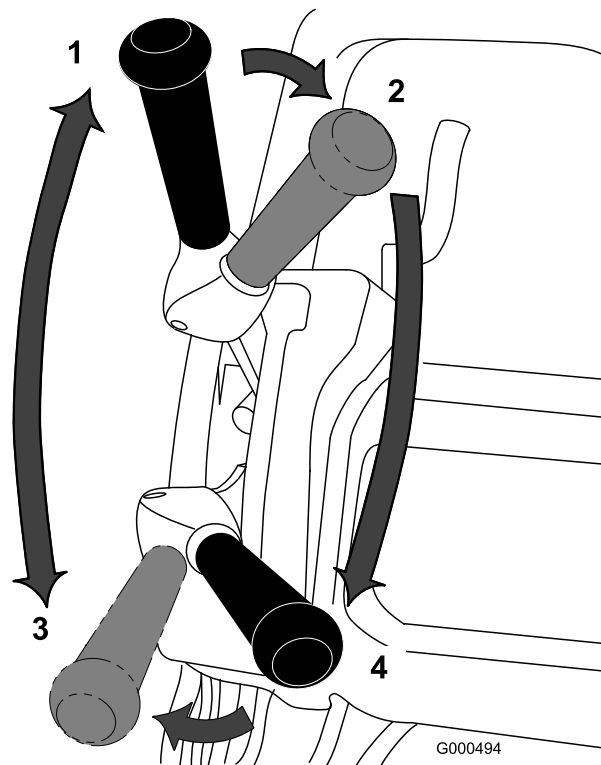

Bild 30
1. Schalten Sie die Maschine ein, stellen Sie die Geschwindigkeitsregelung auf die Null-Stellung, drücken Sie den Griff nach unten, um das Mähwerk anzuheben, drücken Sie die elektronische Sicherheit, stellen Sie den Fahrtriebshebel auf die aktivierte Stellung (Bild 30) und erhöhen langsam die Einstellung der Geschwindigkeitsregelung, um den Mäher auf die Kante des Grüns zu transportieren.
3. Deaktivieren Sie den Fahrtriebshebel, schieben Sie ihn dann nach links und vorne, damit der Fahr- und Spindeltrieb eingekuppelt wird (Bild 30).